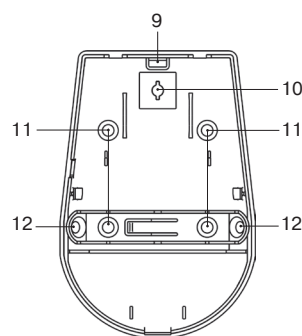

Рисунок 2 – Конструкция «Пирон-4 RED»
Основание корпуса с печатной платой представлены на рис. 2б).
В основании корпуса имеются выламываемое отверстие (9) для ввода проводов, а также крепежные отверстия (рис. 2 в):
- (10) для крепления основания к кронштейну;
- (11) для монтажа на стене;
- (12) для монтажа в углу.
- Снимите крышку извещателя, отжав отверткой фиксатор крышки через отверстие, расположенное в нижней части основания извещателя (рис. 2а).
- Просверлите в основании извещателя отверстия, которые будут использоваться для прокладки проводов и крепления извещателя (рис. 2в).
В извещателе предусмотрена перемычка SENS HIGH (4) (рис. 2б). При снятой перемычке извещатель работает в режиме нормальной чувствительности (устойчив к перемещению домашних животных массой до 20 кг). При установленной перемычке извещатель работает в режиме высокой чувствительности (устойчив к перемещению домашних животных массой до 10 кг).